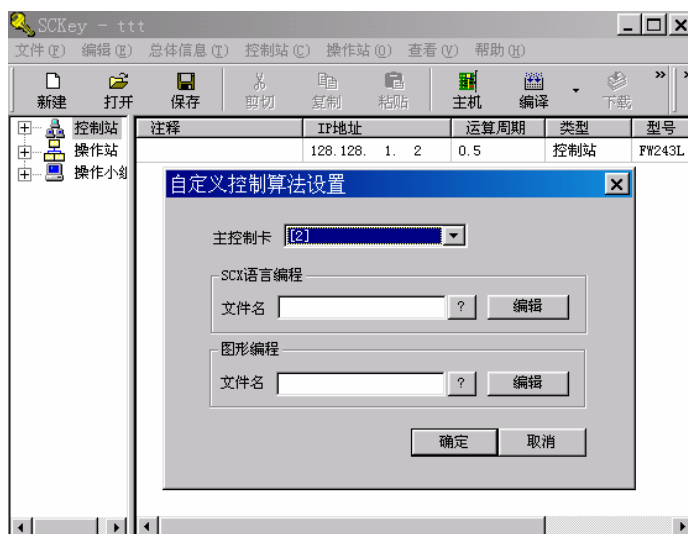

图 2-1 SCX 语言组态对话框
- 启动组态软件，打开需要开发自定义语言算法的工程应用。单击控制站 \自定义控制方案，出现自定义控制算法设置对话框，如图 2-1 所示。